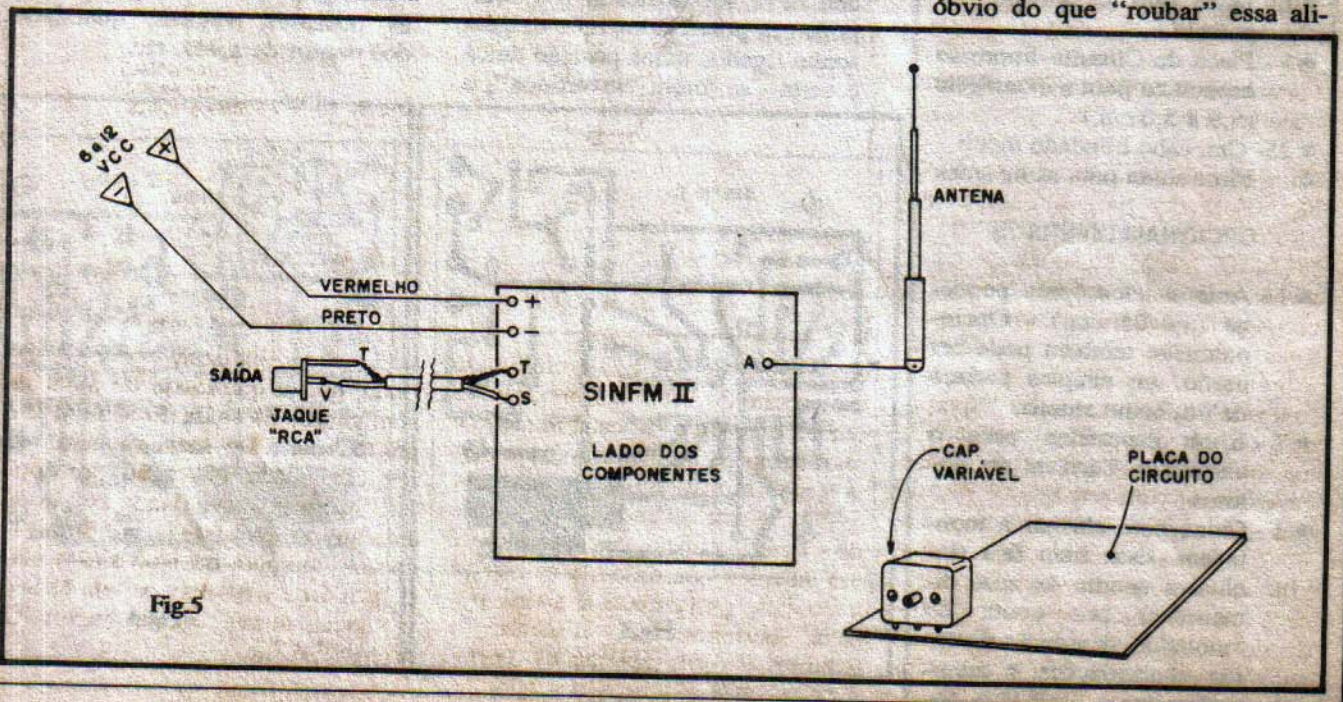

Fig 5
- FIG. 5 - Conexões externas à placa. Observar com atenção os seguintes pontos: polaridade de alimentação (procure usar fio **vermelho** no **positivo** e fio **preto** no **negativo**, como é norma), ligação da antena (com fio simples), conexão do cabo blindado mono de "saída" (identificar corretamente o condutor "vivo" central, e a malha de "terra", inclusive quanto aos terminais do jaque RCA...) e posicionamento do capacitor variável (em pé, rente à placa, com o eixo de acionamento voltado "para fora"...).